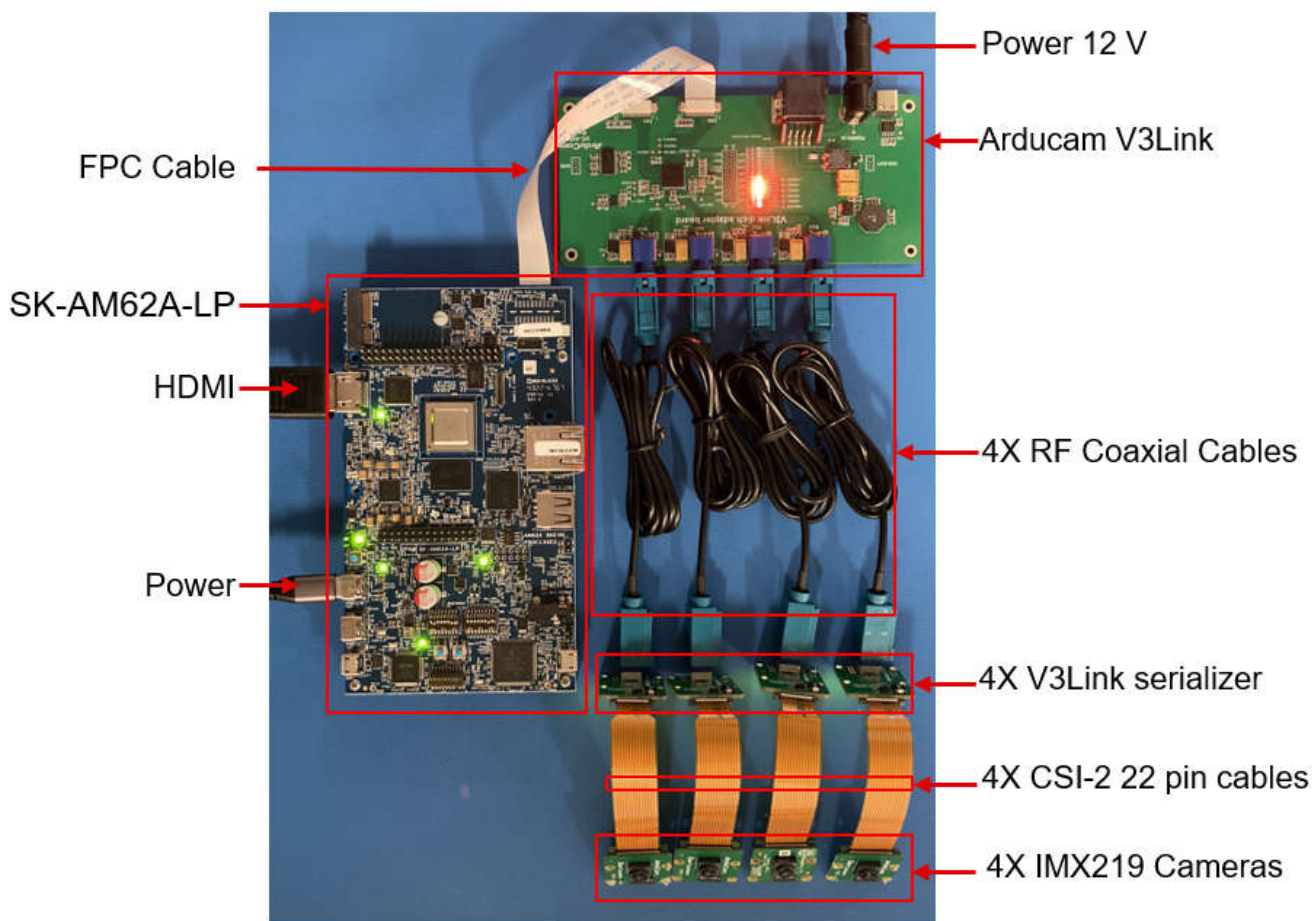

图 4-1. 参考设计中使用的 V3link 板和 4 摄像头设置
- **图 4-1** 中未显示的其他组件：micro-SD 卡、用于访问 SK-AM62A-LP 的 micro-USB 电缆以及用于流式传输的以太网